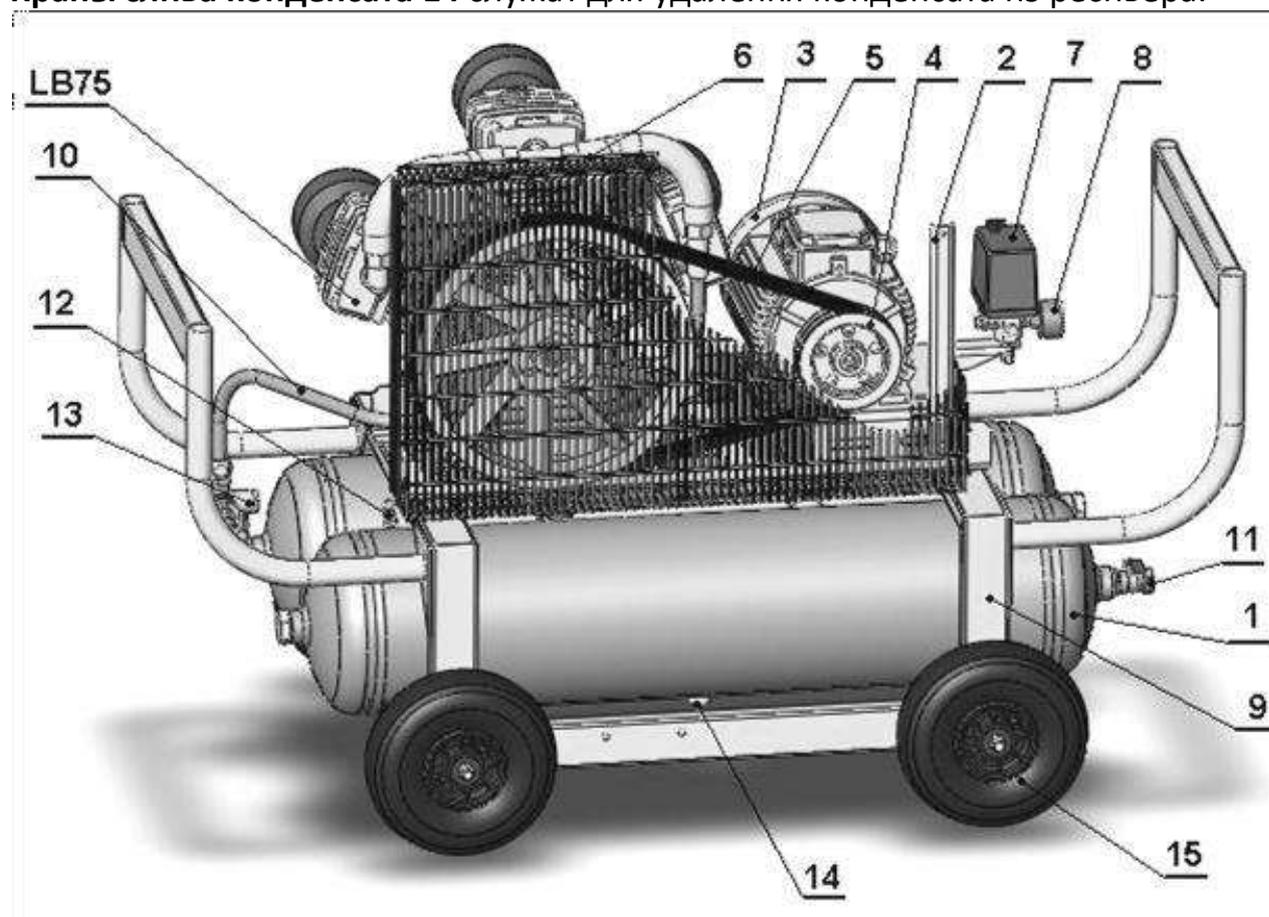

Рисунок 1 – Общий вид компрессора СБ4/С-90.ЛВ75
5.1 Компрессор (рисунок 1) состоит из следующих основных сборочных единиц и деталей: блока поршневого **LB75**, ресиверов 1, платформы 2, электродвигателя 3 со шкивом 4, клиновых ремней 5, защитного ограждения 6, телепрессостата 7, манометра 8, рамы 9, нагнетательного воздухопровода 10, кранов выпускных 11, клапана предохранительного 12, клапана-разделителя 13, кранов слива конденсата 14, колес 15.